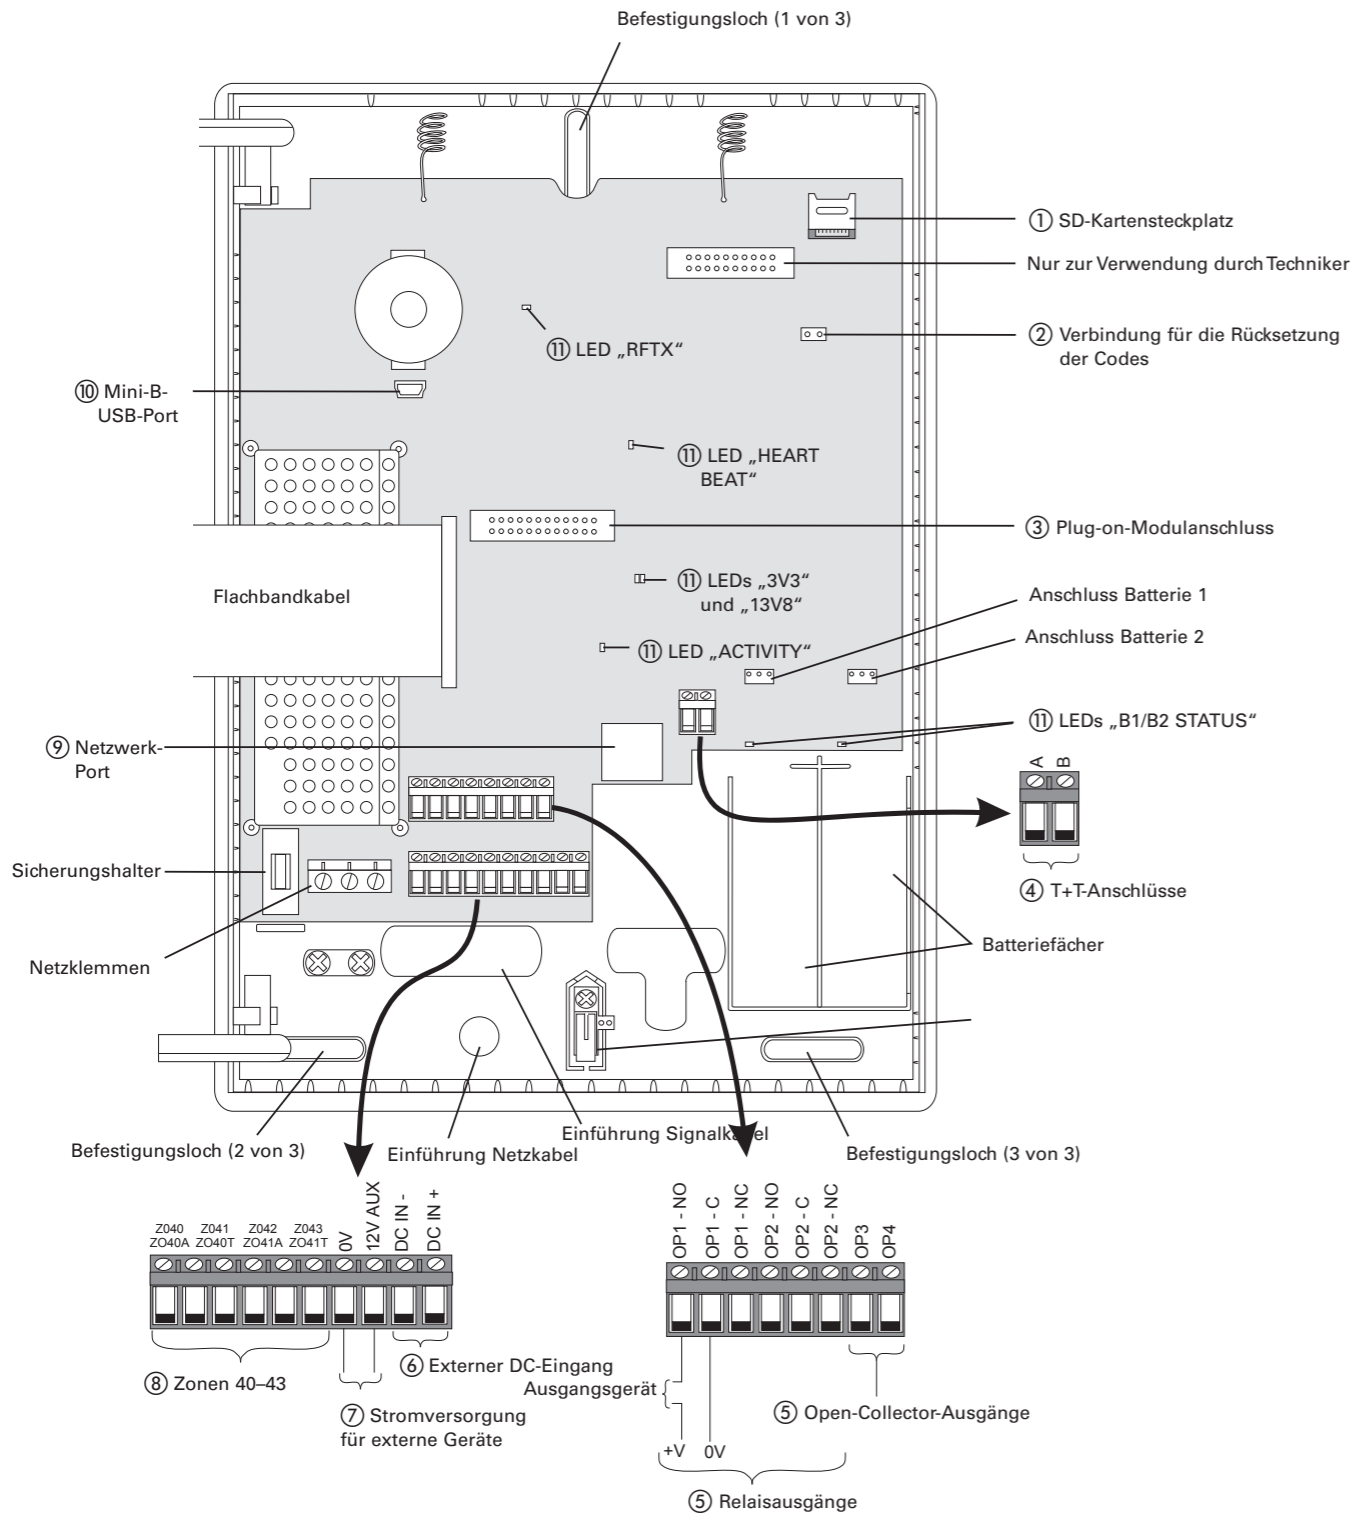

Abbildung 2: Leiterplatte der Steuereinheit
- Die Kabel müssen über die dafür vorgesehenen Eingänge in die Steuereinheit geführt werden (Abbildung 2).
Montieren Sie die Steuereinheit an mindestens drei Befestigungsbohrungen (Abbildung 2) und mit mindestens 36 mm langen Nr. 8/4 mm-Schrauben.
Unterbrechen Sie die Stromversorgung vollständig und schließen Sie dann alle verdrahteten Geräte oder Ausgangsgeräte, die Sie verwenden möchten, an (Abbildung 2).
In den folgenden Abschnitten finden Sie Informationen zu den Verbindungsgliedern, Steckern und LEDs, die in Abbildung 2 dargestellt sind.